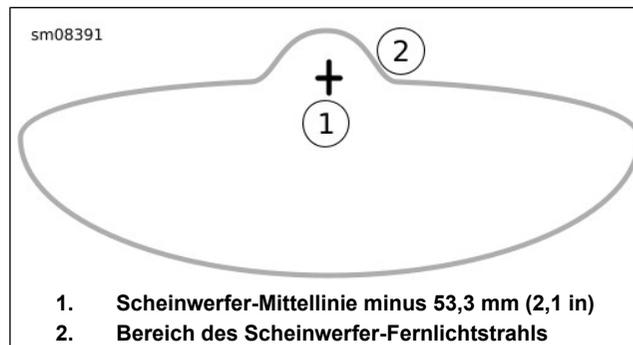

Abbildung 100. Scheinwerfer-Lichtmuster: Modelle mit rahmenmontierter Verkleidung
- b. Siehe Abbildung 100 . Den Scheinwerferstrahl einstellen.